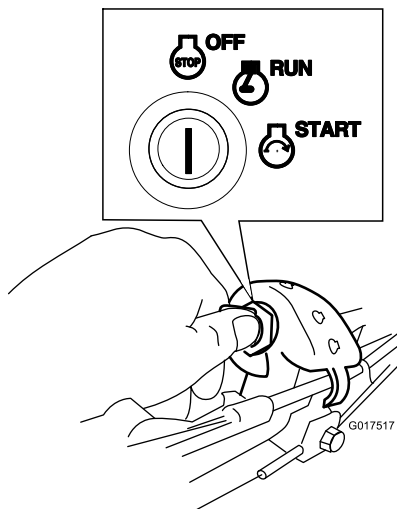

Рисунок 20
1. Поверните ключ зажигания в положение OFF (Выкл.) (Рисунок 20).